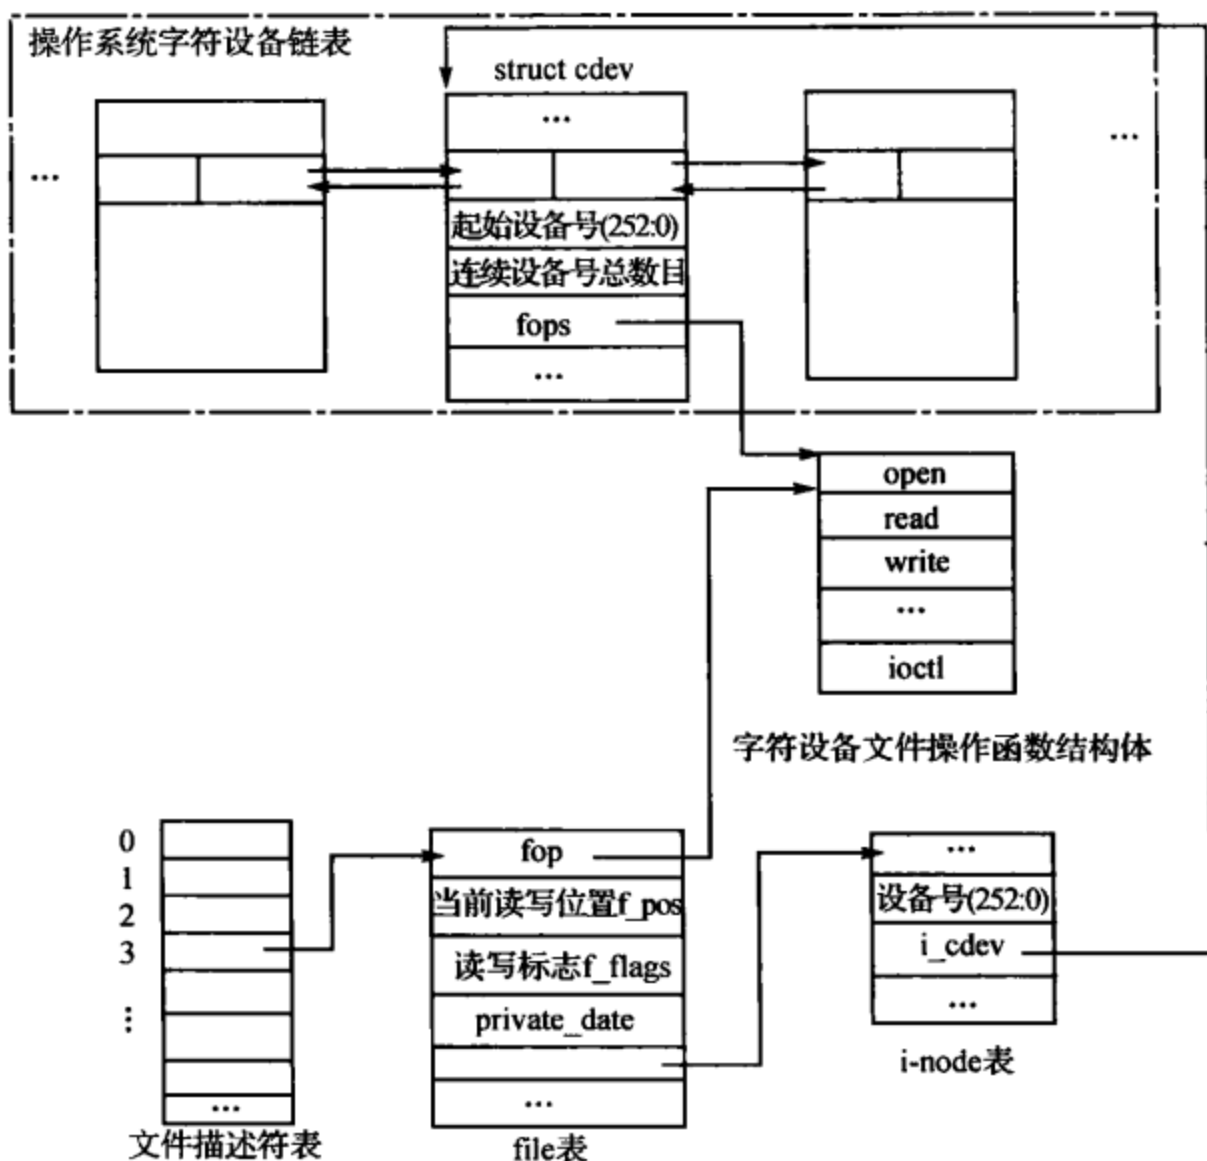

图 8-6 应用程序完成 open 调用后,内核的状况图
(3) 应用程序调用 `open` 打开一个设备时,操作系统做了什么? 如图 8-6 所示。